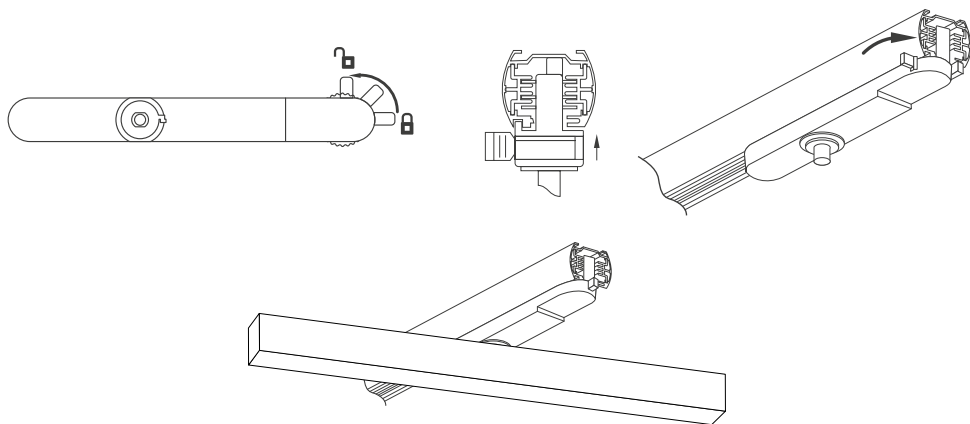

Рис. 2. Установка и подключение светильника
- 3.4. На коннекторе питания открутите винт и снимите крышку. Подсоедините провода, подводящие питание, к винтовым клеммам согласно рис. 2. Используйте 5-жильный кабель. Обязательно подключите защитное заземление к клемме «GND».